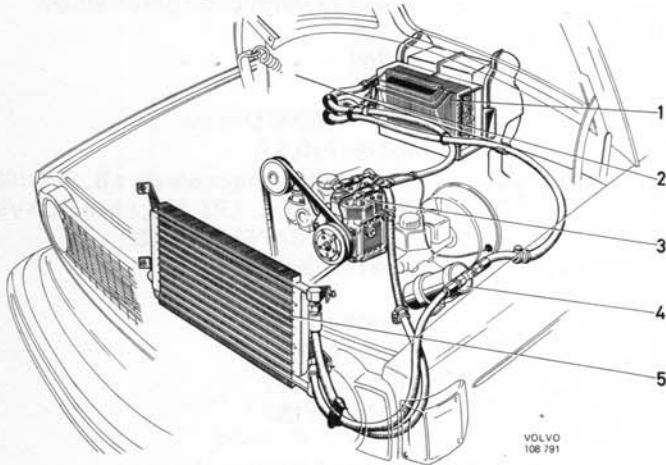
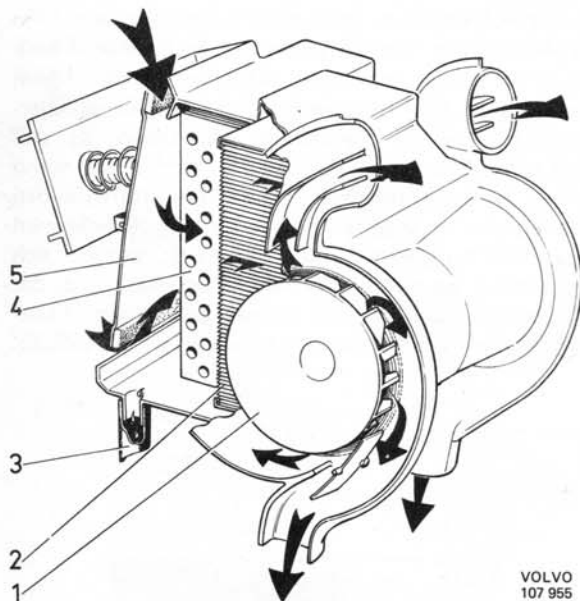
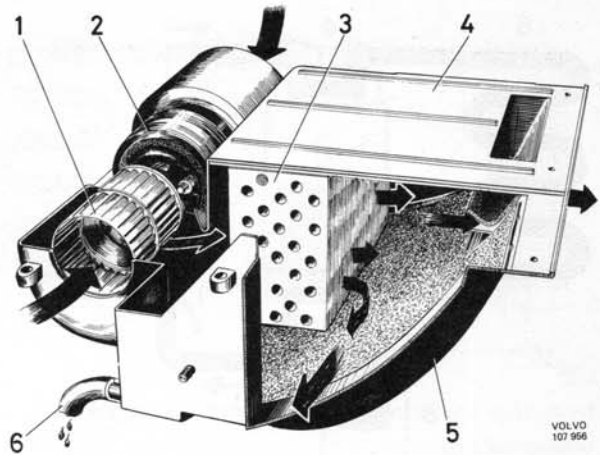

Abb. 2 Klimaanlage, eingebaut in Volvo 140
Abb. 4 Anbringung des Kältemittelverdampfers in Fahrzeugen mit Kombinationsheizanlage
Abb. 5 Klimatorgehäuse früh. Ausf.
Die Klimaanlage, die in Volvo-Fahrzeuge eingebaut wird, ist vom Kompressortyp, was besagt, daß der Kältemittelumlauf über einen Kompressor betrieben wird. Die Anlage zerfällt in folgende Hauptfunktionsträger: Kältemittelkondensator (1, Abb. 2), Kältemittelkompressor (2), Kältemittelentfeuchter (3), thermisches Expansionsventil (4) und Kältemittelverdampfer (5). Der Kältemittelverdampfer und das Expansionsventil sind vor dem Zellenblock des Heizkörpers im Fahrgastraum untergebracht, die übrigen Bauteile der Anlage im Motorraum. Die Verteilung der abgekühlten Luft geschieht über das Gebläse der Heizanlage und durch deren Luftschächte und Tunnel (Abb. 4). In Fahrzeugen älter als Bauj. 1973 sind Kältemittelverdampfer und ein Zusatzgebläse in ein Sonderaggregat eingebaut, das unter dem Armaturenbrett angeordnet ist (Abb. 5).
Solange die Klimaanlage in Betrieb ist, bildet sich außen am Verdampfer Schwitzwasser, weil dieser kälter ist als die ihn umgebende Luft. Dieses Kondenswasser sammelt sich auf dem Boden des Klimatorgehäuses und wird über besondere Schläuche, die durch den Getriebetunnel führen, ins Freie abgelassen (Abb. 4 u. 5).